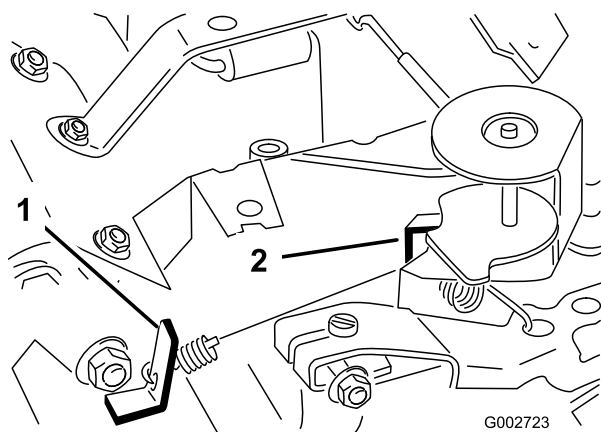

Bild 39
3. Biegen Sie den Anker-Federmitnehmer (Bild 39), um eine Leerlaufgeschwindigkeit von 1725 $\pm$ 50 U/min zu erzielen.
6. Biegen Sie den Federankermittnehmer in der Vollgaseinstellung (Bild 39), bis Sie eine Vollgasdrehzahl von $3400 \pm 50 \text{ U/min}$ erhalten.